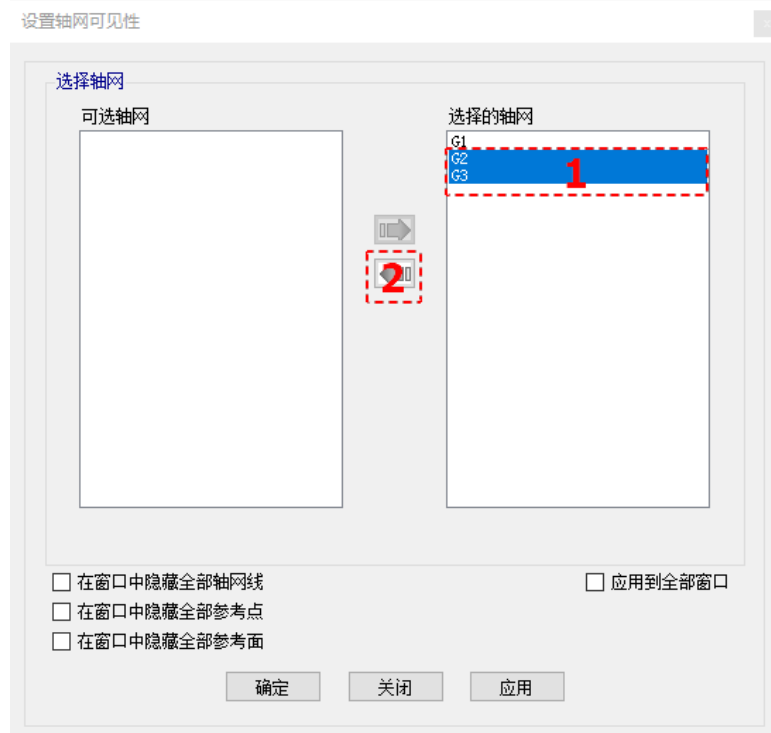

图 4-2 设置轴网可见性对话框
4. 点击菜单视图>设置轴网可见性，弹出图 4-2 的对话框。